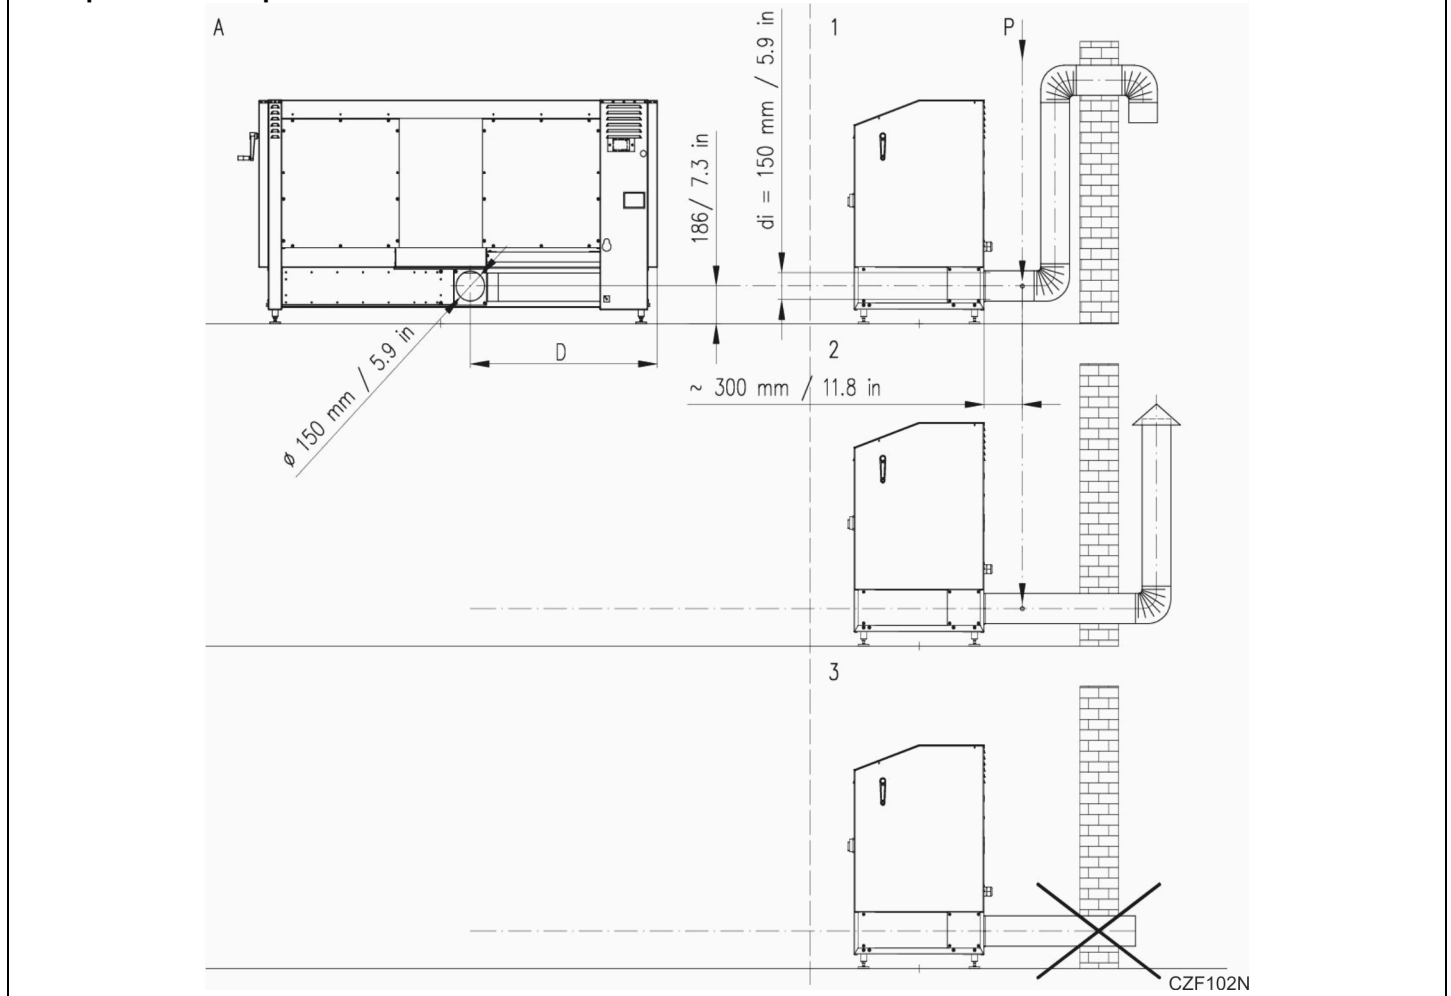
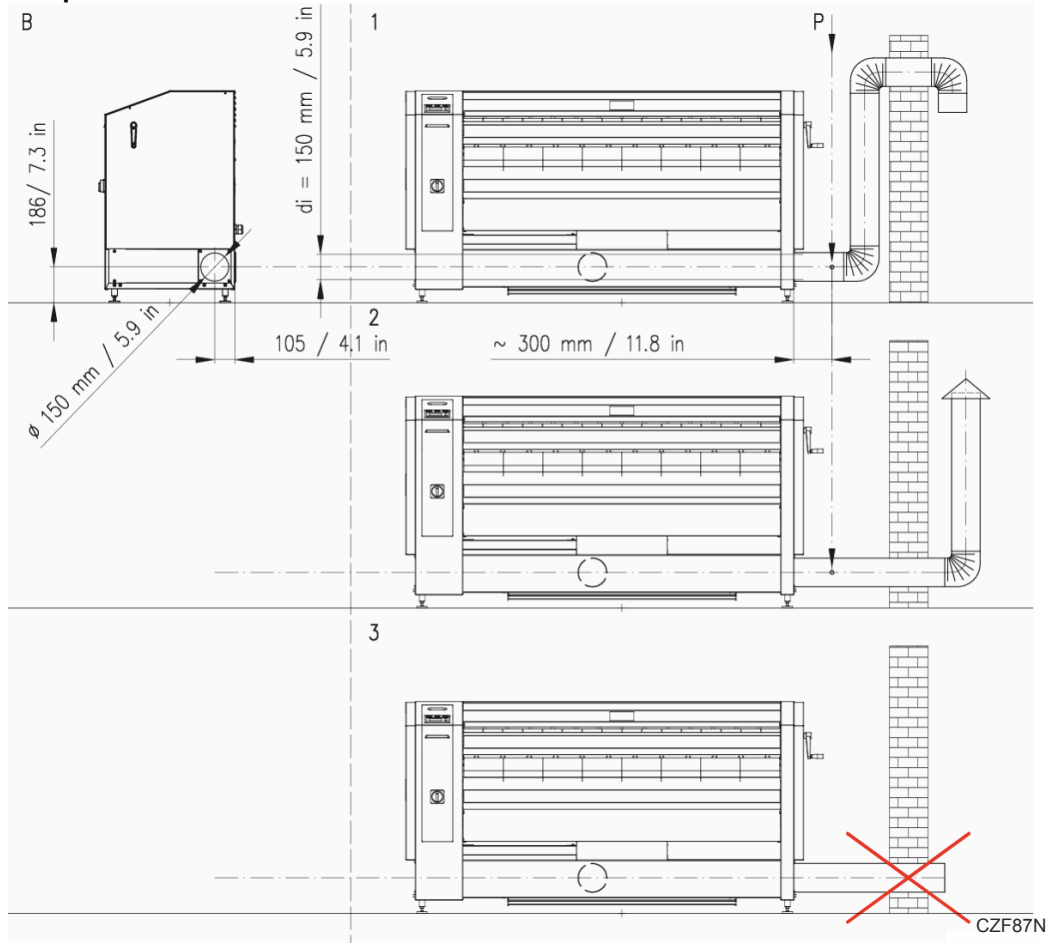
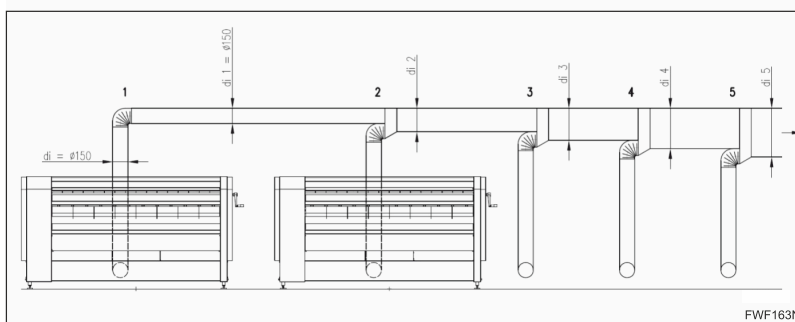

Рис. 11
Рис. 12
Рис. 13
Параметры Рис. 11 и Рис. 12
- А — вытяжка пара по направлению назад, *Рис. 11*
- В — вытяжка пара вправо, *Рис. 12*
- Размеры и другие параметры установки вытяжных систем указаны на рисунках выше — *Рис. 11, Рис. 12, Рис. 13* и *Таблица 10, Таблица 4, Таблица 9*.
- Система отвода пара должна прокладывается отдельно от других трубопроводов, ее следует проложить в соответствии с *Рис. 11* или *Рис. 12* по кратчайшему пути к наружным стенам здания.
Параметры Рис. 13